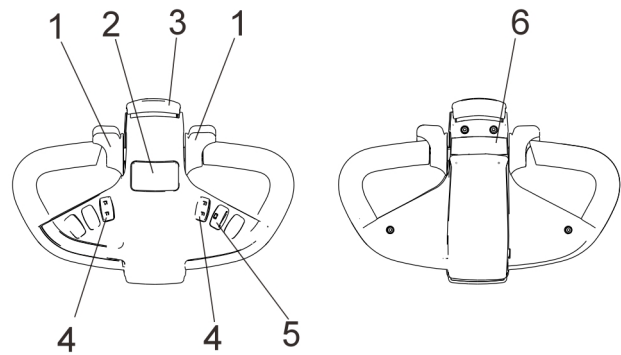

图 7-2 操作手柄
- 车辆运行前须按下喇叭开关（图 7-2 中 2 ）启动蜂鸣器，5-10s 后关闭。
将操纵杆置于行程范围（ D ），沿行驶方向按下加速器按钮（图 7-2 中 1 ）；